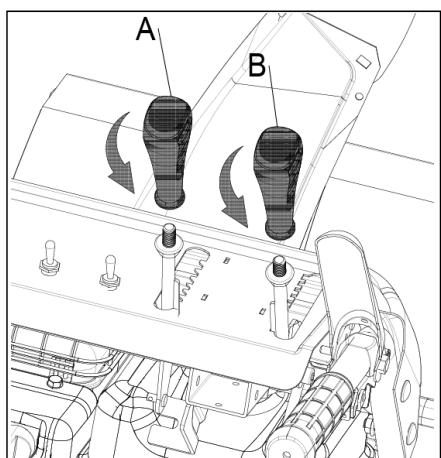

Рис. 5
#### 4.4. Установка ручек управления (Рис.5).
Установите ручки (A) и (B) на стержни и закрепите их в правильном направлении (Рис. 5).